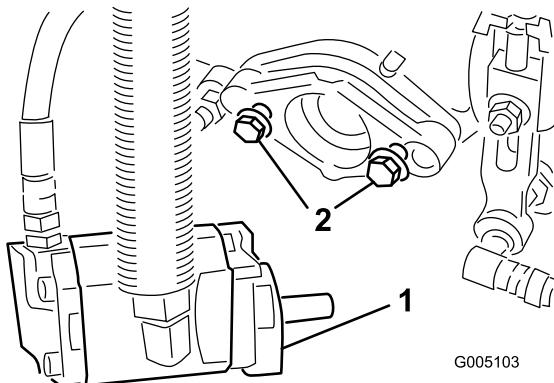

図11
カッティングユニットに装着する。ネジ山が13 mm程度突き出るようにする(図11)。
11. 取り付けボルトを締め付ける。(図11)。